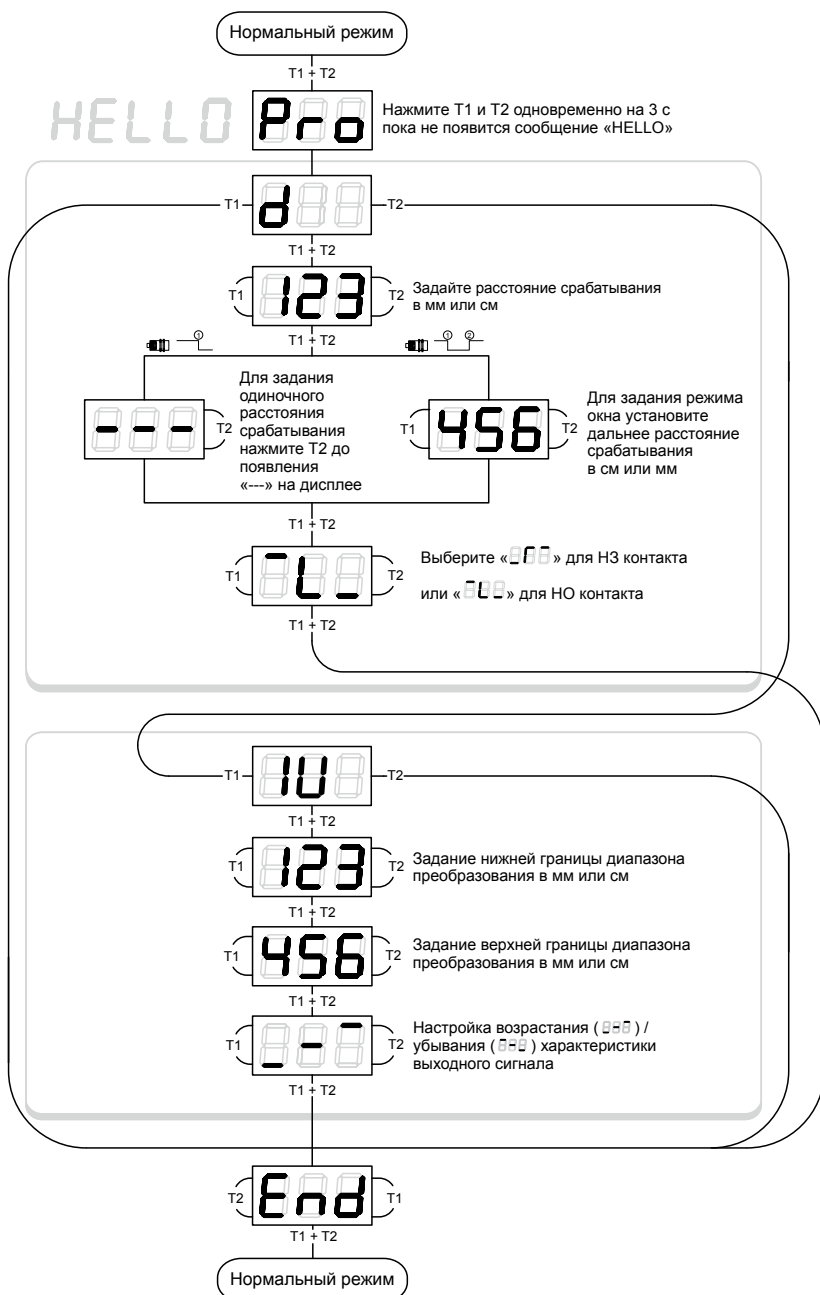

Рисунок 21 – Задание параметров с использованием LED – дисплея для датчика mic+.../DIU/TC
- 1) С использованием *LED* – дисплея, задание числовых параметров расстояния срабатывания и диапазона преобразования (см. рисунок 21);